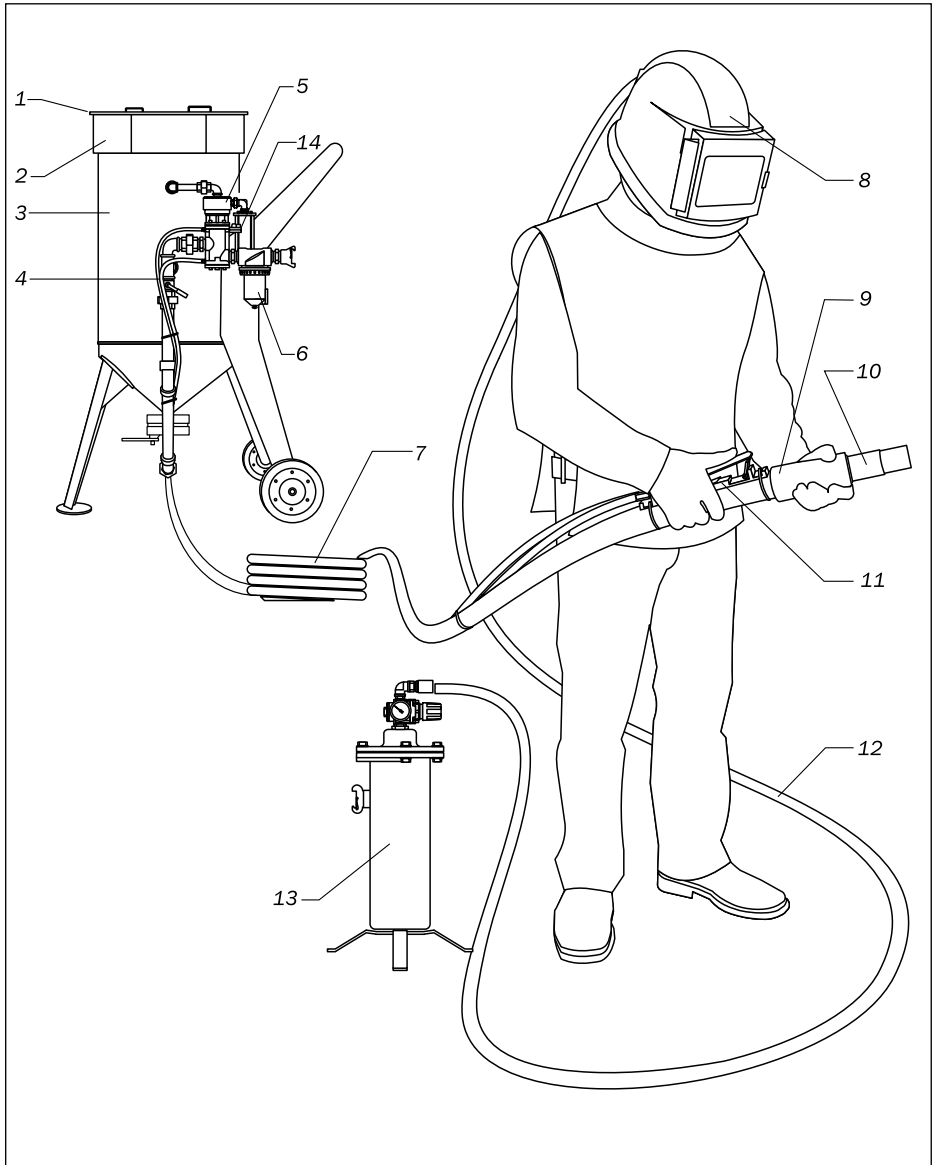

Abb. 2.1
◀ Abb. 2.1.
10. Öffnen Sie das Unterbrecherventil 14 (Abb. 2.1).
ÖFFNEN SIE WÄHREND EINER ARBEITSPAUSE IMMER DAS UNTERBRECHERVENTIL 14 (Abb. 2.1) AM FERNBEDIENUNGSVENTIL RCV (PARALLELSTELLUNG ZUM SCHLAUCH).